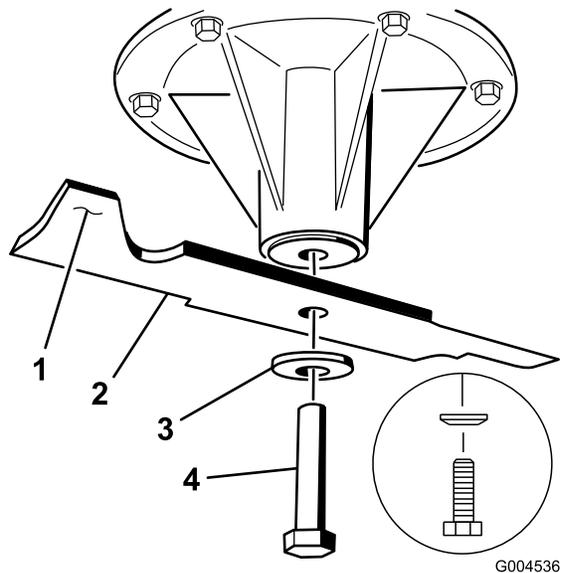

Figura 100
1. Instale la cuchilla en el eje (Figura 100).
2. Instale la arandela de muelle y el perno de la cuchilla (Figura 100).
**Nota:** El cono de la arandela de muelle debe estar orientado hacia la cabeza del perno (Figura 100).